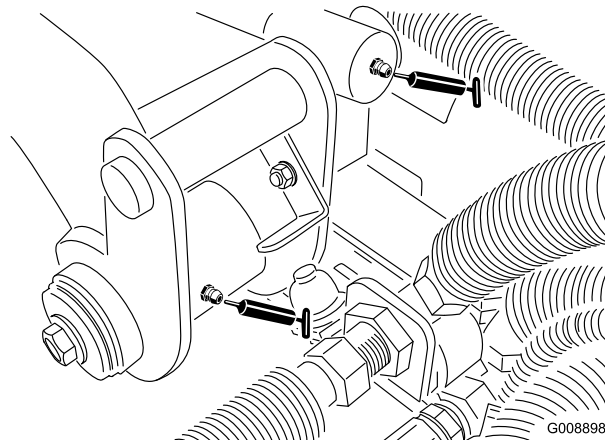

図 35
- ・ 後昇降アームのピボット昇降シリンダ（2ヶ所）（図 35）